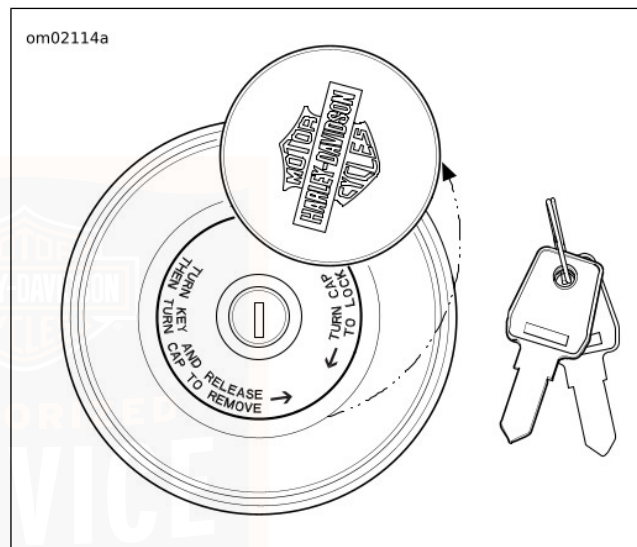

Abbildung 25. Verriegeln des Kraftstofftankdeckels
1. Siehe Abbildung 25. Die Schlossabdeckung drehen, um das Schloss freizulegen.
1. Siehe Abbildung 25. Den Schlüssel in das Gabelschloss einführen.